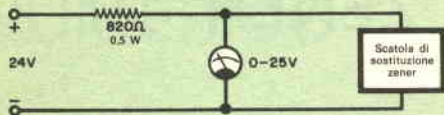

Fig. 2 - Per tarare la scala di R2, si usi un voltmetro c.c. in grado di misurare con precisione tensioni anche di 1 V.
**TARATURA** - Il circuito di taratura è rappresentato nella *fig. 2*. Il voltmetro deve essere in grado di poter misurare con precisione tensioni anche dell'ordine di 1 V. Si ruoti il regolatore di tensione R2 della scatola di sostituzione tutto in senso antiorario, in modo che presenti la minima resistenza. Ciò dovrebbe dare, sullo strumento, una lettura prossima a 1,2 V. Si ruoti lentamente il potenziometro fino a che lo strumento indica 2 V, e, a questo punto, si faccia un segno di gradazione sulla scala della manopola. Si continui a ruotare fino a che lo strumento indica 3 V e si faccia un altro segno. Si proceda allo stesso modo fino a che si raggiunge la massima tensione ottenibile, che sarà compresa tra 18 V e 20 V, in relazione con il valore esatto di D2.